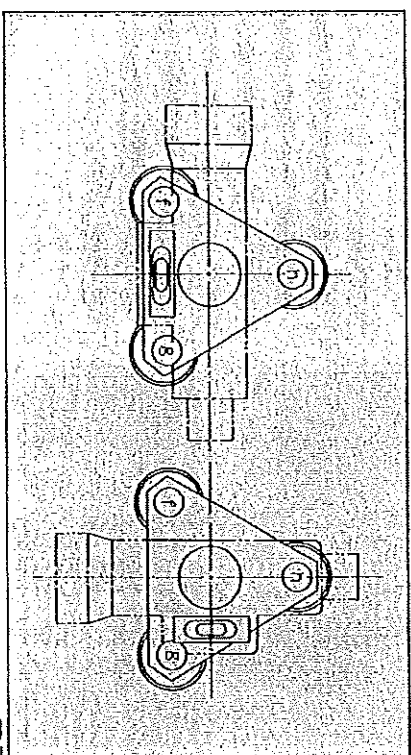

図7
①前述の杭整法などによる水平規正を終えたのち図7(左)のように整準ねじを配置して、まず整準ねじ f あるいは g によって気泡像を中央にします。
②次に望遠鏡を縦軸のまわりに180°回転して、そのときの気泡の不合致量の半分を高低微動ねじで、残りの半分の半分を整準ねじ f あるいは g により調整して気泡を中央に移します。
③縦軸のまわりに90°回転し、図7(右)のようにすると気泡は一般に片寄りますから、整準ねじ h を用いて気泡像を台致させます。